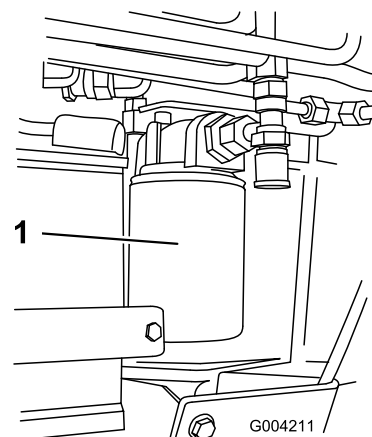

Figura 53
4. Collocate una bacinella di spurgo sotto il filtro (Figura 53).
5. Togliete il filtro usato (Figura 53) e pulite la superficie della guarnizione dell'adattatore del filtro.
7. Montate il filtro idraulico di ricambio sull'adattatore del filtro (Figura 53). Girate il filtro in senso orario finché la guarnizione di gomma non tocca l'adattatore, quindi serrate il filtro di un altro 3/4 di giro.